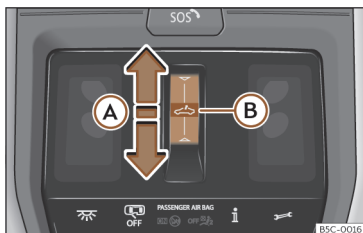

Fig. 94 En el revestimiento interior del techo: tecla del techo de cristal.
- Movimiento automático: deslice el dedo hacia atrás sobre el área funcional >>> **fig. 94 (A)**.
- Antes de que transcurran aprox. 5 segundos desde la activación de la función antiaprisionamiento, deslice el dedo hacia delante sobre el área funcional ⏪»» fig. 94 Ⓐ y mantenga presionado hasta que el techo se cierre completamente.